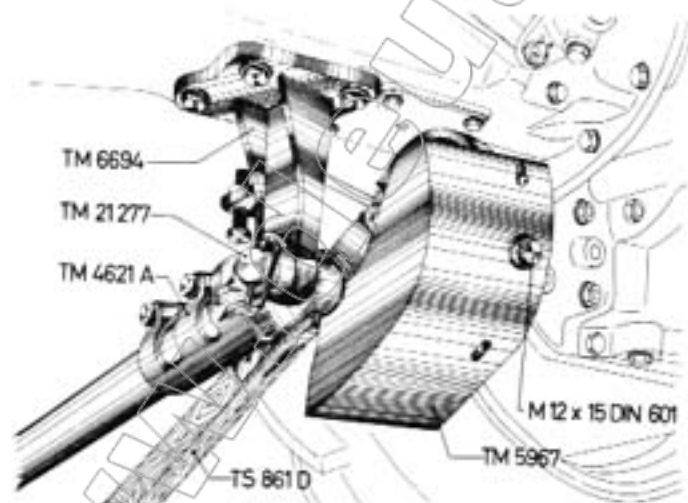
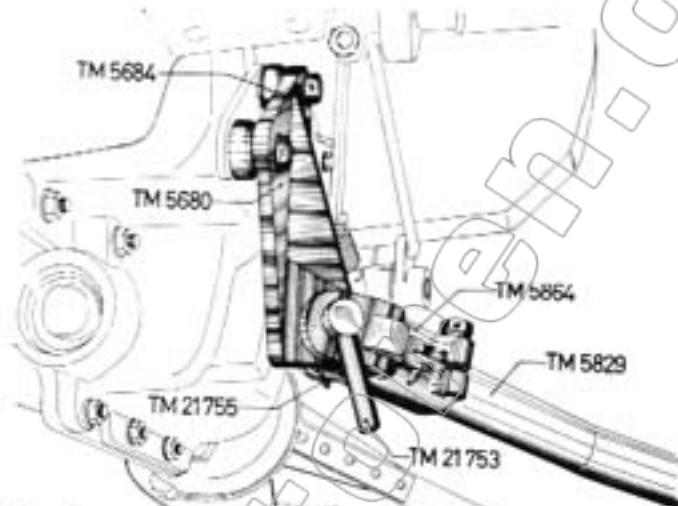

Abb. 5
Abb. 6
5. Die **Treibstange** TS 861 D wird an der Kurbelscheibe TM 21916 befestigt, wobei das Klemmband der Treibstange über das Treibstangenlager geschoben und die nach unten zeigende Klemmschraube gut angezogen werden muß (Abb. 5, 10 u. 15). Die Verbindung der Treibstange TS 861 D mit dem Messerkopf des Mähmessers erfolgt in bekannter Weise mit dem Treibstangenschnellverschluß.
6. Das **Schutzblech** TM 5967 wird mit den Führungsschlitzen gemäß Abb. 5 auf die Schutzkastenglocke TM 5966 gelegt und durch die Sechskantschraube M 12 x 15 und Federring befestigt (Abb. 5).
7. Die **kpl. montierte vordere Abstützung** wird am Lagerkopf TM 4621 A durch den Lagerbolzen TM 21 277 mit dem Befestigungsbock TM 6694 verbunden und durch einen Klappsplint TM 21 755 gesichert (Abb. 5).
8. Dann wird das **hintere Tragrohr** TM 5829 mit dem Lagerkopf TM 5864 mit dem hinteren Befestigungsbock TM 5680 durch den Lagerbolzen TM 21 753 verbunden und durch einen Klappsplint TM 21 755 gesichert (Abb. 6).
Zu diesem Zweck sind zuerst die Sechskantschrauben an dem Lagerkopf TM 4621 A des vorderen Tragrohres (Abb. 5) und die Sechskantschrauben am Lagerkopf TM 5864 des hinteren Tragrohres (Abb. 6) zu lösen, so daß eine Längseinstellung der Tragrohre vorgenommen werden kann.